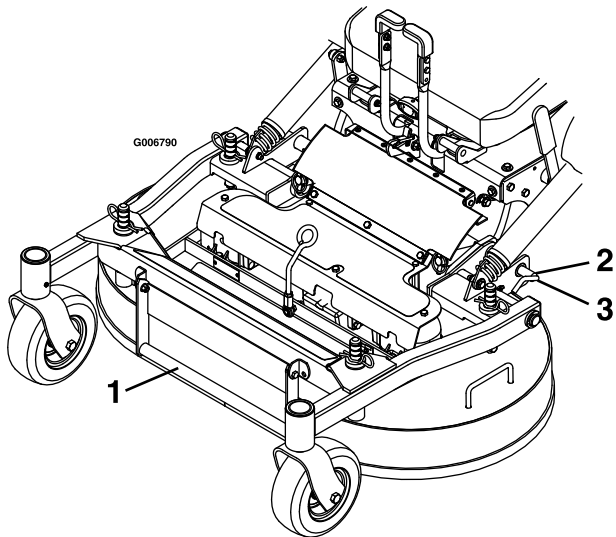

Figura 11
- Rilasciate i perni di bloccaggio del piatto di taglio su ciascun lato (Figura 11).
- Spingete i perni di bloccaggio del piatto all'interno e ruotateli in avanti per bloccare saldamente il piatto di taglio in posizione abbassata (Figura 11).